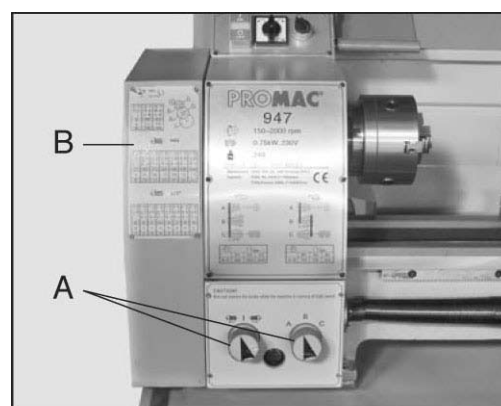

Fig. 22
Tournage en déplacement automatique (Fig. 22)
3. Dévissez la vis (C).
4. Pousser le support (D) vers l'extérieur.
5. Dévissez le boulon (E) ou l'écrou (F) afin d'enlever les pignons.
6. Mettez les pignons corrects selon le tableau (Fig. 22, B) et resserrez-le tout.
9. Serrez la vis (C).